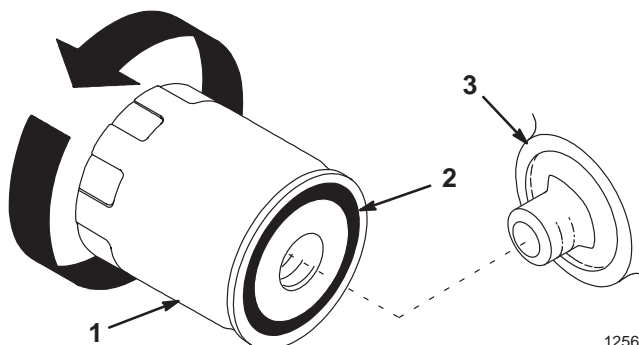

Figure 20
2. Déposez le filtre à huile usagé et essuyez la surface du joint de l'adaptateur (Fig. 20).
3. Appliquez une fine couche d'huile neuve sur le joint en caoutchouc du filtre de rechange (Fig. 20).
5. Serrez le filtre à huile de 1/2 à 3/4 de tour supplémentaire (Fig. 20).